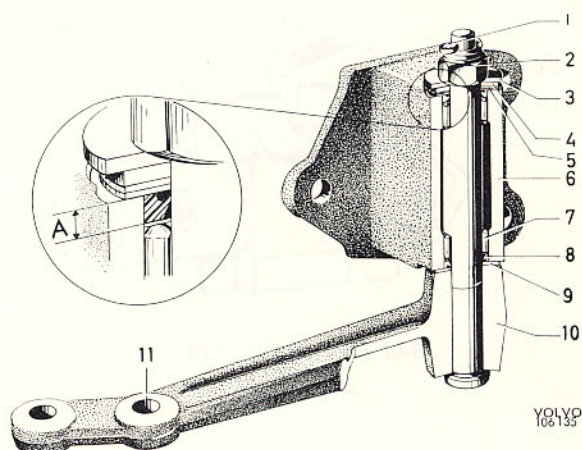

Bild 38. Mellanarmslagring, typ 1
Lagring av mellanarm (10) finns i ett flertal olika utförande. Dessa kan uppdelas i tre huvudtyper enligt bild 38, 39 och 40. Typ 1 har nållager, vilka i senare utförande saknar smörjnippel och smörjs endast vid renovering. Typ 2 lagras i bussningar, vilka fordrar underhållsmörjning. Typ 3 har en bussning som är lagrad på en tapp i konsolen. Bussningen består av tre delar, en gummibussning med yttre hylsa av plåt och innerst en distanshylsa, yttre hylsan har presspassning i mellanarmens hål. Rörelsen vid vridning av mellanarmen sker mellan yttre hylsan och gummibussningen mellan vilka engångssmörjmedel anbringats. Lagringen är alltså "smörjningsfri".